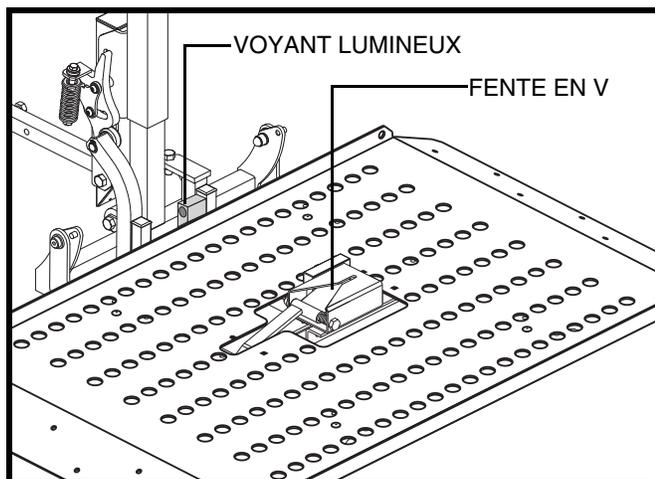

Figure 16. Borne d'alimentation
1. Abaissez la plateforme jusqu'au sol. Assurez-vous que le voyant rouge s'illumine. **Voir la figure 16.**
2. Embarquez le fauteuil motorisé sur la plateforme en vous assurant de bien aligner l'adaptateur du fauteuil avec la fente en "V" de la borne d'alimentation. **Voir la figure 16.**
3. Faites avancer le fauteuil motorisé jusqu'à ce que l'adaptateur de borne soit entièrement inséré dans la borne d'alimentation. La fente en "V" guidera l'adaptateur vers sa position sur la borne. **Voir la figure 16.**